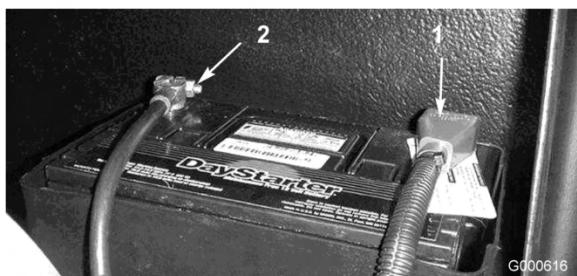

Figure 40
- Raccordez le câble positif (rouge) de la batterie à la borne positive (+) et le câble négatif (noir) à la borne négative (-) (Figure 40). Fixez les câbles aux bornes avec les vis et les écrous. Assurez-vous que le collier du câble positif (+) est bien engagé sur la borne de la batterie et que le câble est disposé tout près de la batterie. Le câble ne doit pas toucher le couvercle de la batterie. Placez le capuchon protecteur sur la borne positive pour éviter les courts-circuits.